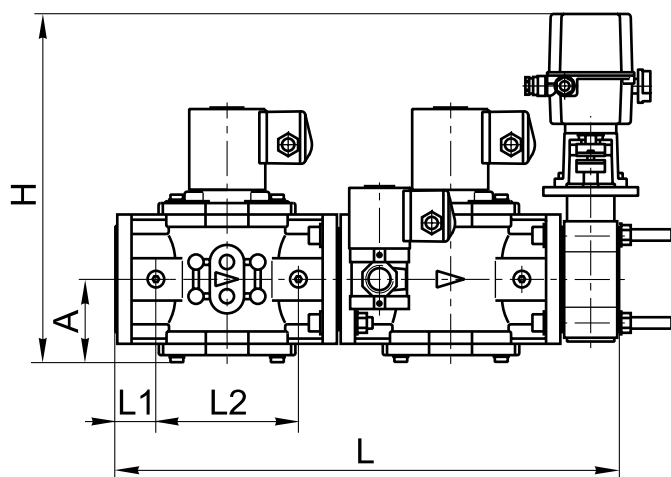

Рис. 10-78
Блок (рис. 10-78, 10-79) состоит из следующих основных узлов и деталей:
- справа по ходу газа (рис. 10-78);